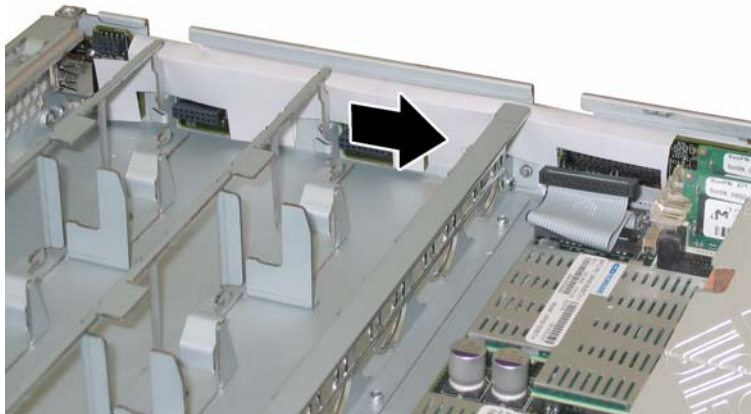

ABBILDUNG 3-29 Lösen der vordere I/O-Platine aus den Haltenasen am Gehäuse
12. Drücken Sie die vordere I/O-Platine behutsam ca. 6 mm in Richtung Gehäuserückseite, um sie aus den beiden Haltenasen unten links und rechts zu lösen. Siehe ABBILDUNG 3-29.